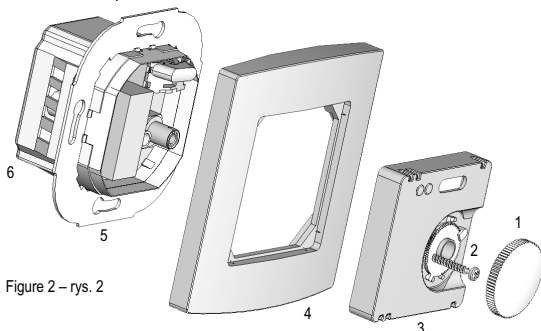

Figure 2 – rys. 2
3. Installation/montage (voir figure 2)
3. Instalacja / montaż (patrz rys. 2)